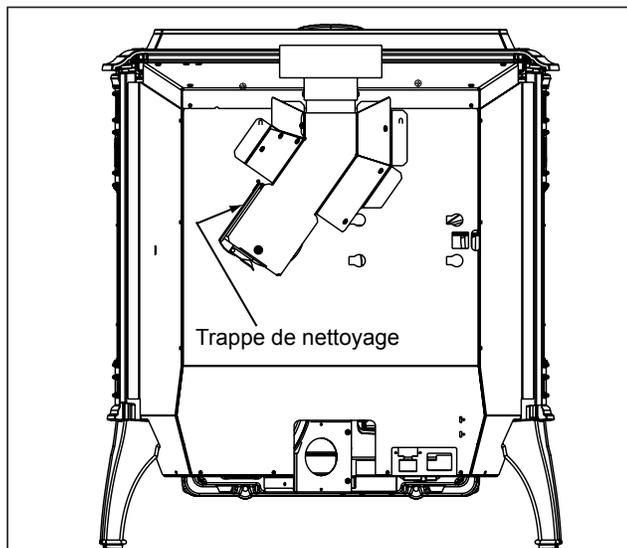

Figure 37.1
- b. Ouvrez la trappe de nettoyage. **Figure 37.1.**